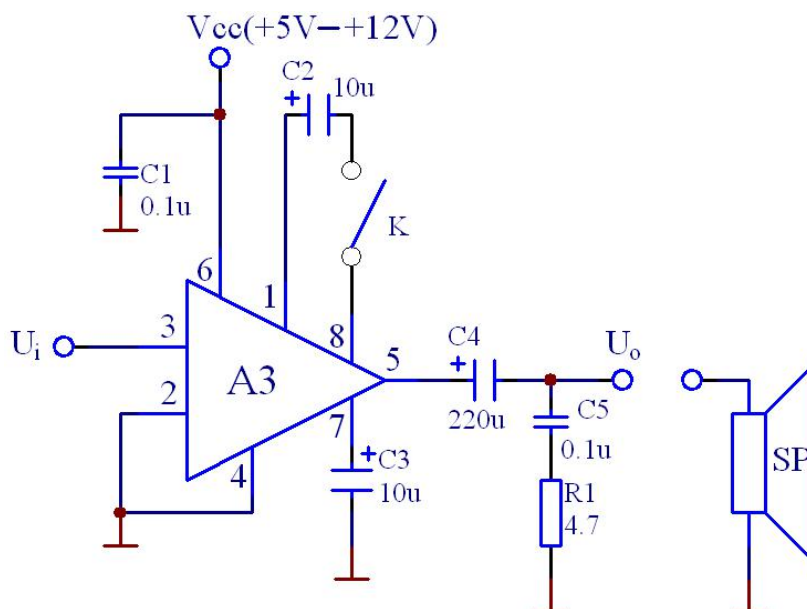

图 12.1
2. 在图 12.1 电路中，若  $V_{CC}=12V$ ， $R_L=8\Omega$ ，估算该电路的  $P_{om}$ 、 $P_V$  值。
1. 按图 12.1 在实验板上连接电路电源  $V_{CC}=12V$ 。不加信号时测静态工作电流。